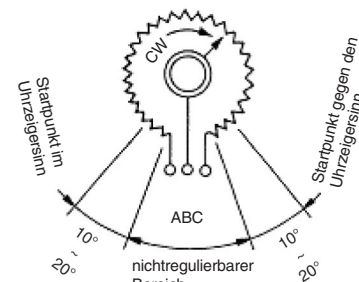

Abb.8 Potentiometer (IP8100)
- Lösen Sie unter Spannungszuführung und Einhaltung des Ausgangsstroms die Potentiometer-Einstellschraube und drehen Sie das Potentiometer dann um 10 - 20° aus dem nichtregulierbaren Bereich (siehe Abb.8) um den Startpunkt einzustellen. Befestigen Sie das Potentiometer danach erneut mit den Schrauben.